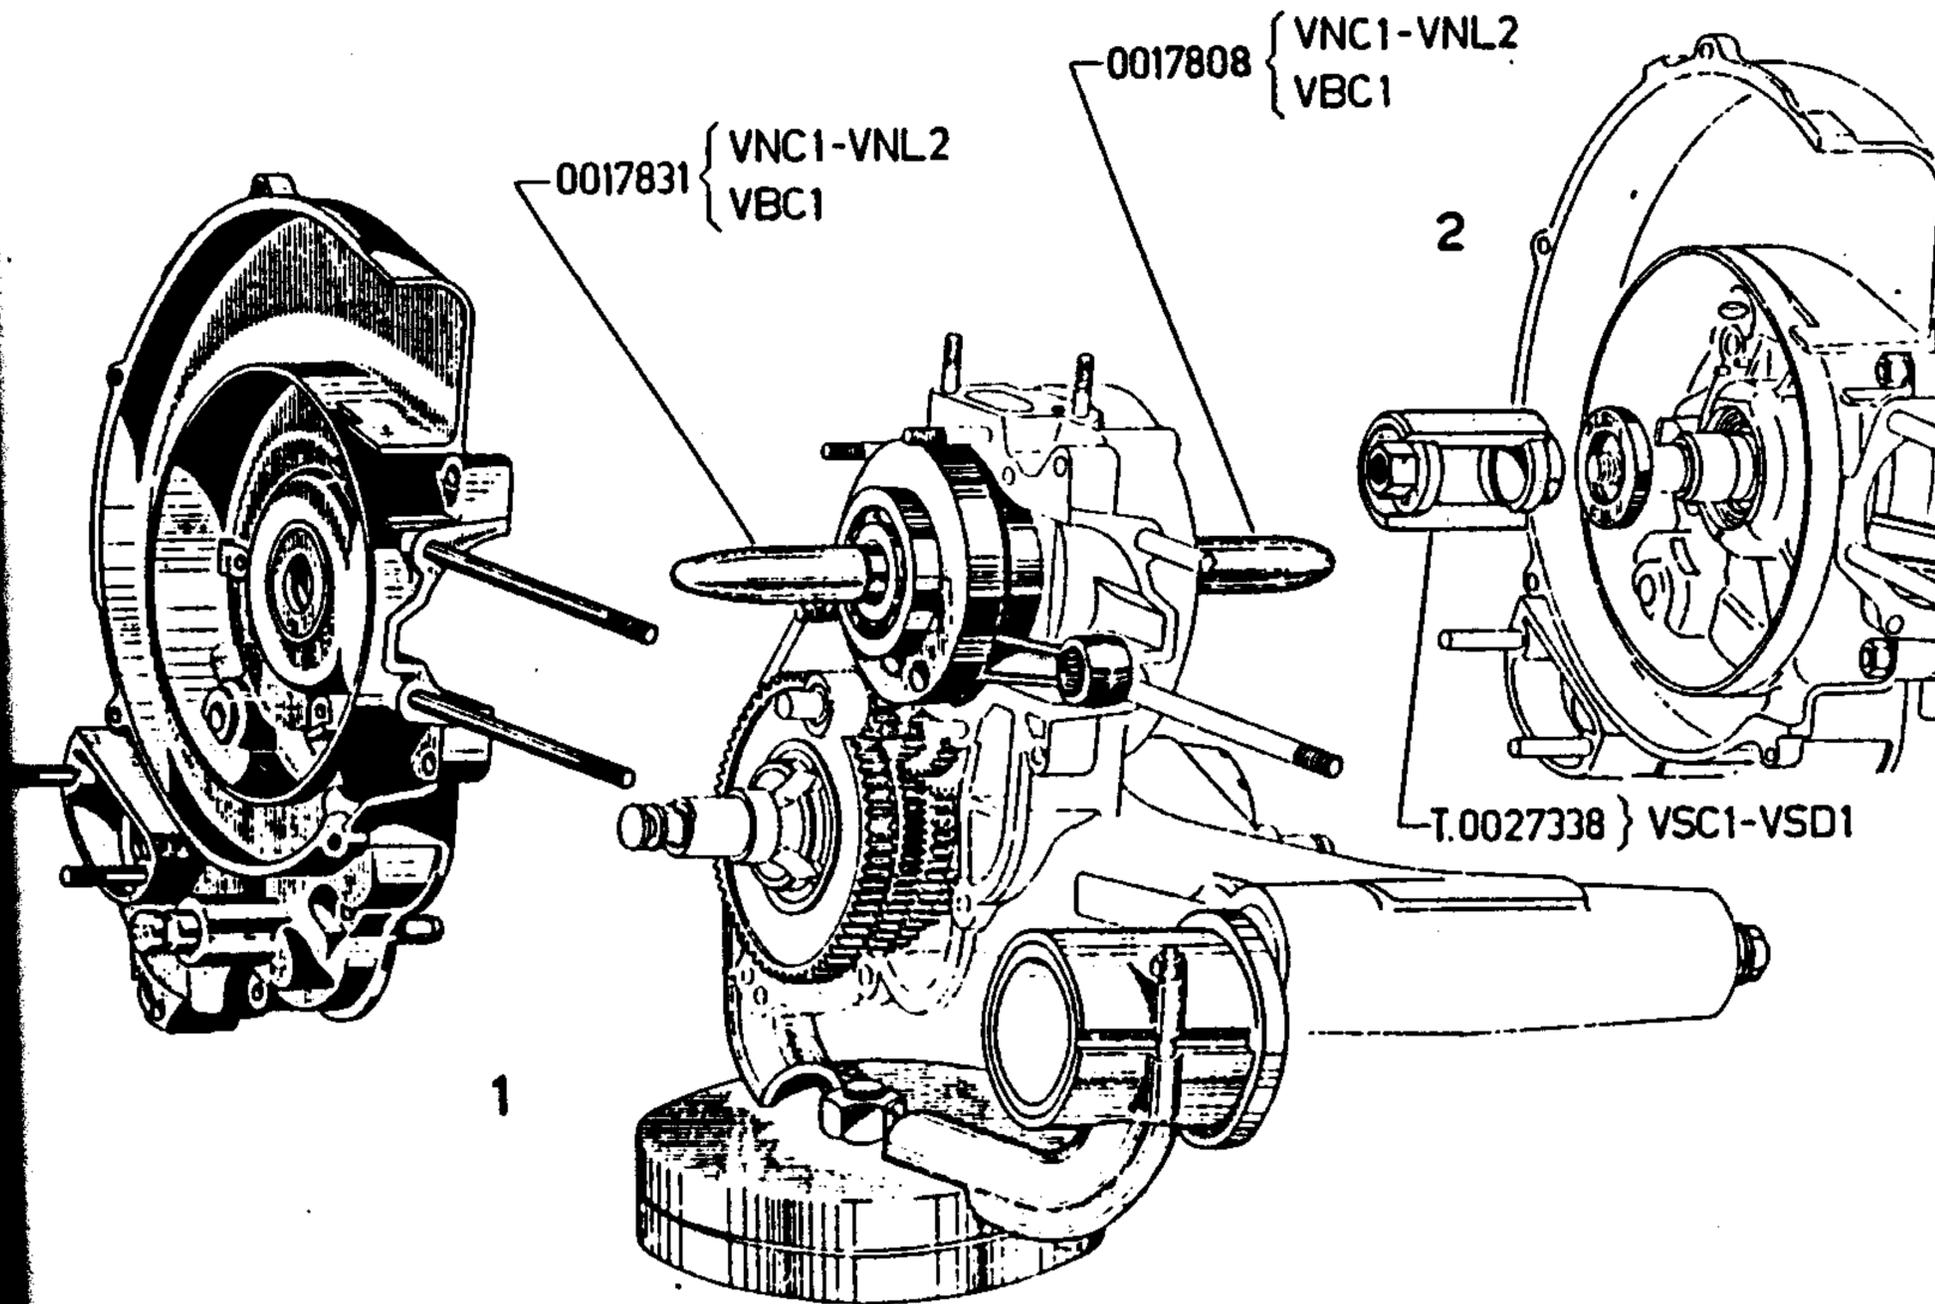

Fig. 48
3) - **Controllo allineamento albero motore:** montato l'albero motore sull'attrezzo T. 19559/C come in fig. 48 op. 3, le eccentricità delle superfici dei \emptyset «E» e «F» devono essere comprese entro i seguenti limiti massimi di lettura sull'orologio comparatore:
Prima del montaggio dello anello di tenuta esterno di banco (ved. op. 2 della fig. 48) riempire la camera del cuscinetto a rulli con 5+7 cm³. di grasso Esso Beacon 3 (oppure Shell Alvania 3; Fiat Jota 3).